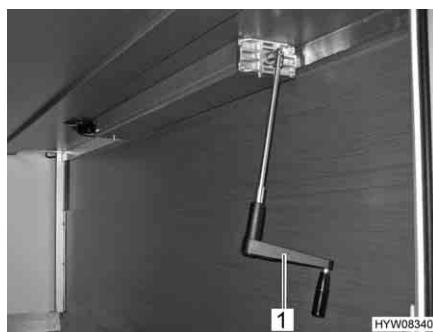

Fig. 77 Letto in coda, regolabile meccanicamente in altezza
- Estrarre la manovella (Fig. 77,1) dal supporto.